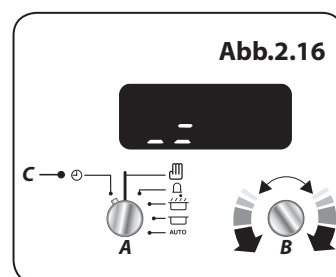

Abb.2.16
Zum Einstellen des Alarmtons, lassen Sie den Einstellknopf (B) los und drehen Sie ihn gegen den Uhrzeigersinn (**Abb.2.16**). Der Alarmtone hat sich nun geändert. Wiederholen Sie diese Schritte, bis der gewünschte Alarmtone eingestellt ist.